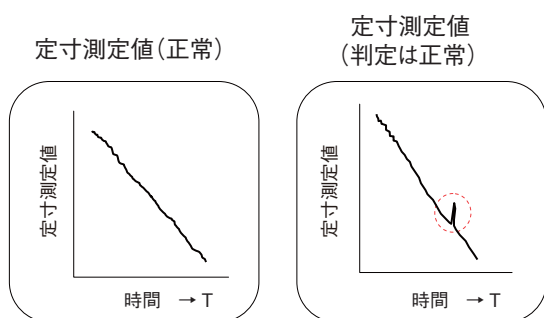

図5 ゴミ噛みと判定されない場合
- (1) 定寸研削サイクル開始後、制御部からの指令で寸法不良防止システムを開始させると、定寸制御部は通常の定寸信号処理に加え、異物による定寸測定値の不連続な変化の監視(異物噛み込みチェック処理)を開始する。
- (2) 異物の噛み込みが発生し、定寸測定値の不連続な変化を検知すると、定寸制御部は定寸信号処理を停止させ、そのときの定寸信号を保持する。図5に示すような瞬間的な異物の噛み込みによる場合は定寸測定値の増加後、定寸測定値の減少が直ちに発生する。定寸制御部はその変化を異物が外れたと判断し、定寸信号処理および異物噛み込みチェック処理を再開させ、通常の研削状態に戻り、残りの加工サイクルを実施する。